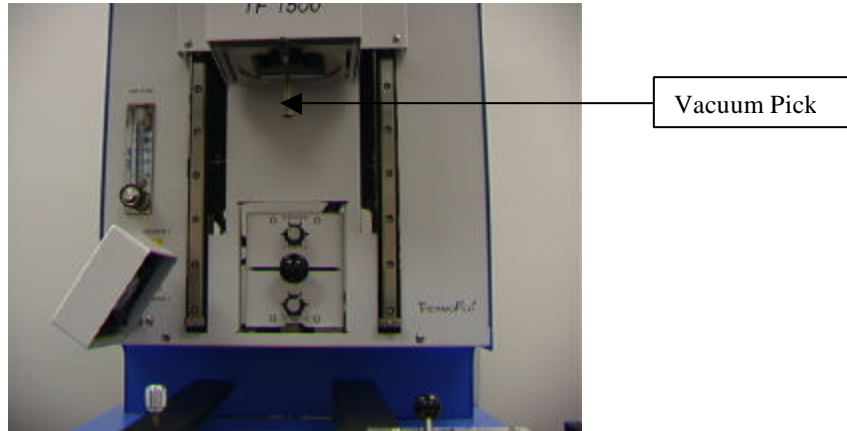

Figura 3a
- i. Asegúrese de que la herramienta Vacuum Pick insertada es del tamaño correcto. Su diámetro debe ser inferior al tamaño de la parte superior del componente. La herramienta va atornillada en su posición. (Figura 3a)